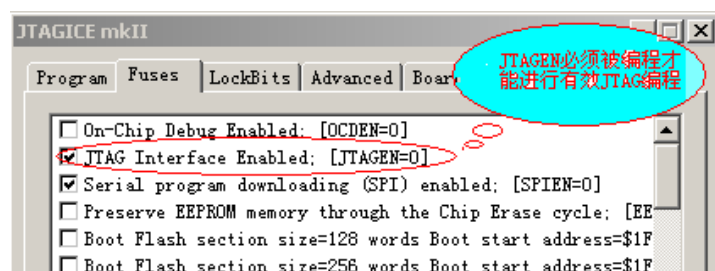

图 9
(2). 此时该熔丝位也不能用 JTAG 接口进行编程，而必须采用其他的编程模式来编程 JTAGEN，例如，使用 JTAGICE mk II 通过 ISP 接口进行 ISP 编程(JTAGICE mk II ISP 编程将于下一节中介绍)。如图 9: